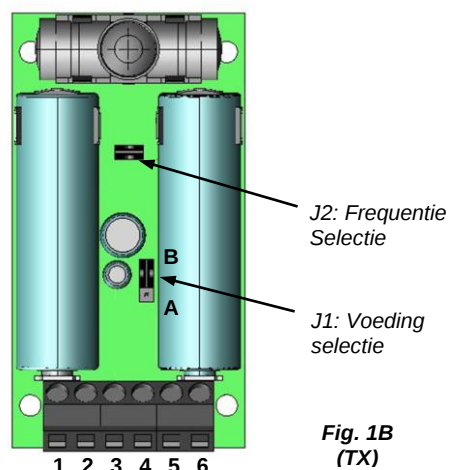

Fig. 1B
- Maak de aansluitingen zoals aangegeven in de vorige alinea's en selecteer de zender voeding met de specifieke jumper (J1, Fig 1B.):
- Sluit op de veiligheid rand of externe veiligheid apparaat aan op de specifieke klemmenstrook (klemmen 3 & 4, Fig. 1B) van de zender. **Wanneer deze optie niet gebruikt wordt, de klemmen 3 en 4 overbruggen.**
- Sluit op de specifieke klemmenstrook (klemmen 5 & 6, Fig 1B.) de contacten van de 8K2 weerstand rand buiten de zender aan. **Wanneer deze optie niet gebruikt wordt, laat de meegeleverde weerstand aangesloten tussen de klemmen 5 en 6.**